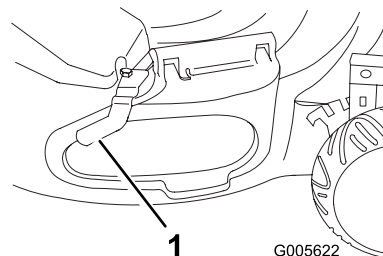

Figura 26
1. Retire el perno y la abrazadera de la tapa lateral, luego vuelva a colocar el perno en el taladro y guarde la abrazadera para su uso futuro (Figura 26).